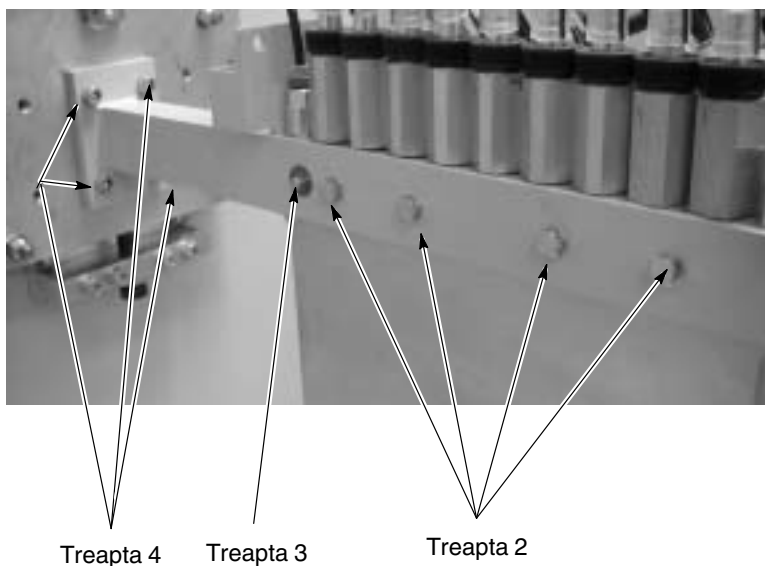

Figura 8-10 Reglarea lăncii Treptele 2 - 4
2. A se vedea Figura 8-10. Slăbiți bolțurile de 8 mm care prind plăcile lăncii de brațele acesteia.